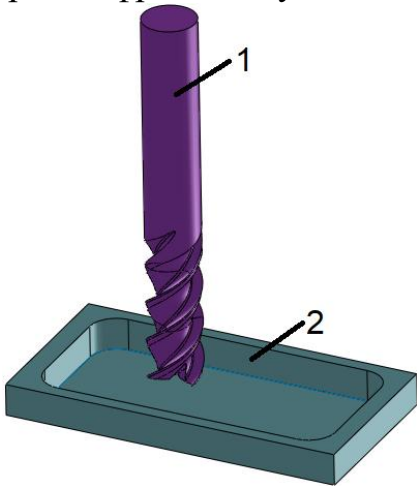
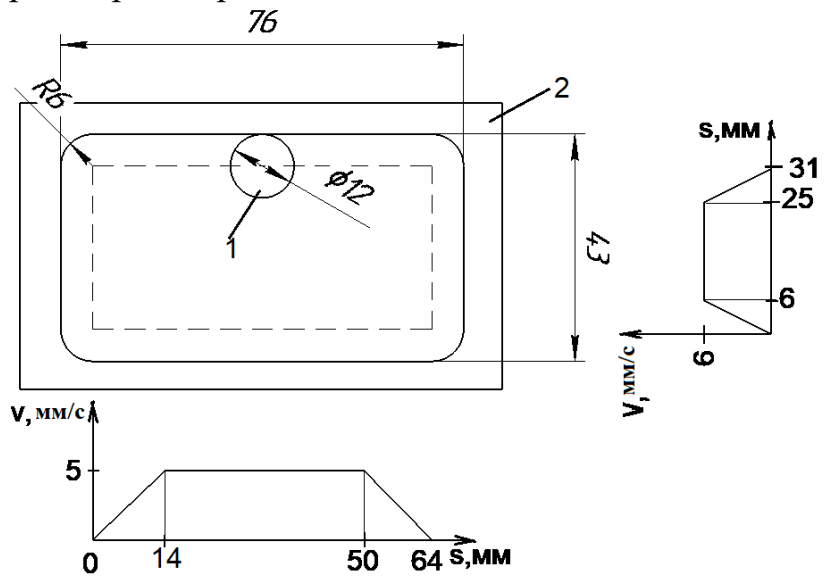

Рис. 2
Рис. 3
На одной из технологических операций необходимо изготовить фрезой (1) композитную деталь (2) – крышку зарядного отсека электромобиля, представляющую собой в плане прямоугольник с выемкой со скругленными углами (рис 2). Обработка выполняется на фрезерном вертикальном обрабатывающем центре концевой фрезой (1) диаметром 12 мм. В процессе обработки центр сечения фрезы (ее сечение показано на рис. 3 окружностью 1) должен пройти по траектории, нарисованной пунктирной линией. График зависимости скорости фрезы V от перемещения S вдоль длинной и короткой сторон детали показан на рис. 2. Определить, сколько времени (в секундах) займет один проход фрезы, по указанной пунктирной траектории.